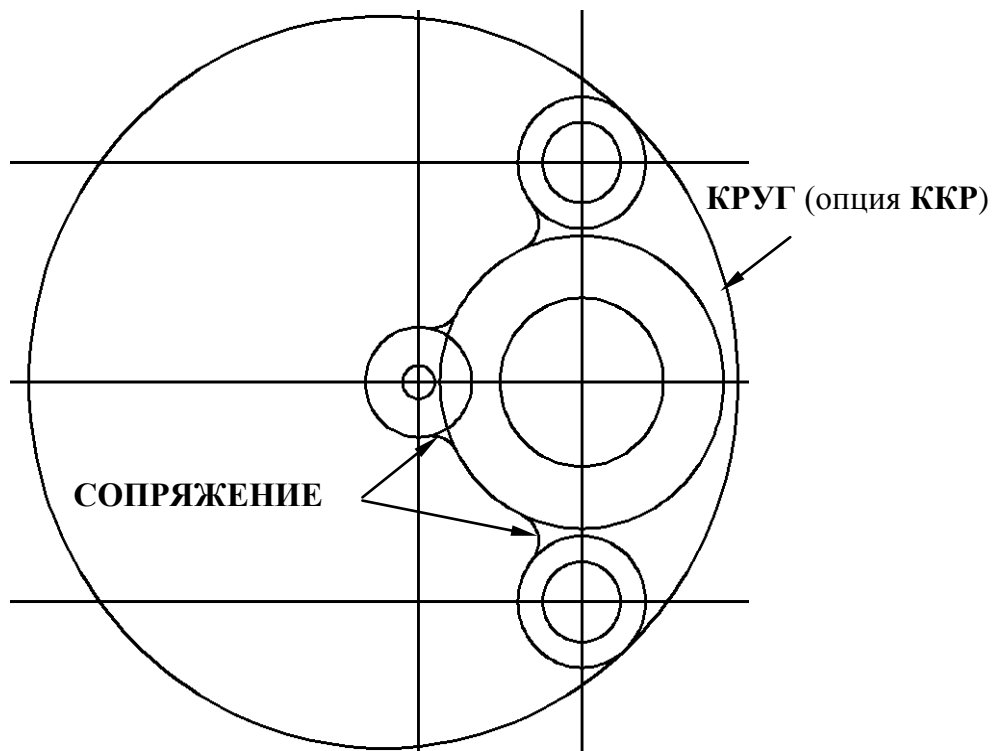

Рис. 3.4
3. Выполнить сопряжения с помощью команд **СОПРЯЖЕНИЕ** и **КРУГ**( опция **ККР**) (рис. 3.4).